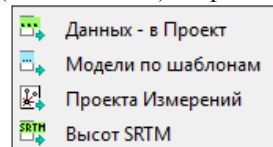
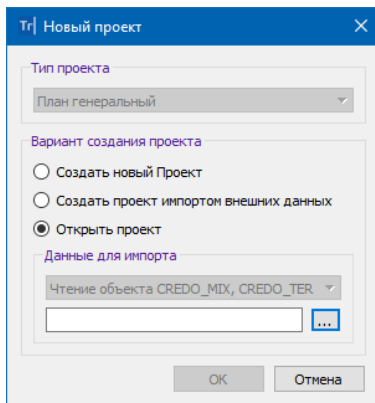
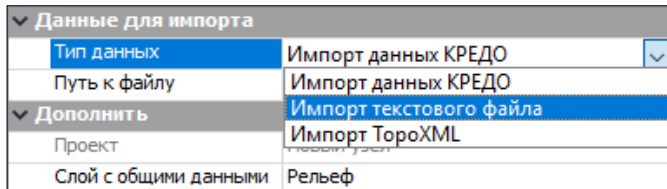

Рис. 4.10
Рис. 4.11
Рис. 4.15
Для импорта предусмотрены команды меню **Данные/ Импорт** (рис. 4.10) и ряд настроек в диалоге создания нового проекта (рис. 4.11).
Команды импорта **Данных – в Проект, Проекта Измерений и Высот SRTM** (рис. 4.10) служат для записи данных в определённый слой открытого ранее проекта, а если в НП несколько проектов типа **План генеральный**, то импорт будет выполнен в активный проект.
- при создании нового проекта с **Вариантом создания – Открыть проект** на панели **Проекты и слои** (рис. 4.11);
При выборе команды **Данные/Импорт/Проекта Измерений** (рис. 4.10) или настройки **Импорт данных проекта Измерений** (рис. 4.11) предлагается определённый порядок действий.
Импорт текстовых файлов выполняется после открытия либо создания нового набора проектов при помощи команды **Данные/Импорт/Данных – в Проект** (в окне параметров команды необходимо выбрать **Тип данных – Импорт текстового файла** (рис. 4.15)).
Импорт текстовых файлов можно выполнить также при создании нового проекта на панели **Проекты и слои** (рис. 4.11).
Импорт файлов GDS выполняется командой **Данные/ Импорт/ Данные – в Проект** (в параметрах необходимо выбрать **Тип данных – Импорт данных КРЕДО**) (рис. 4.15), а также при создании нового проекта импортом внешних данных на панели **Проекты и слои** (рис. 4.11). Настройки импорта описаны выше, для проекта **Измерения**.
**Импорт данных - в Проект** (необходимо выбрать **Тип данных – Импорт данных КРЕДО**) (рис. 4.15), а также при создании нового проекта импортом внешних данных на панели **Проекты и слои** (рис. 4.11).
Импорт объектов CREDO\_TER (CREDO\_MIX) выполняется при создании нового проекта импортом внешних данных на панели **Проекты и слои** (рис. 4.11). При импорте соответствие для точечных и линейных тематических объектов определяется по выбранной системе кодирования в классификаторе. Для контуров ситуации назначается соответствие в виде региона или площадного объекта классификатора.
Импорт растра выполняется после открытия либо создания нового набора проектов при помощи команды **Данные/ Растровые подложки**, а также при создании нового проекта импортом внешних данных (**Импорт растра**) на панели **Проекты и слои** (рис. 4.11).
Импорт данных в формате MIF/MID осуществляется при создании нового проекта импортом внешних данных на панели **Проекты и слои** (рис. 4.11). Импортируются пары файлов, которые находятся в выбранном каталоге. Элементы каждой пары MIF/MID создаются в отдельном слое с именем, соответствующим имени файлов MIF/MID.
Файлы TXF/SXF можно использовать при создании нового проекта импортом внешних данных на панели **Проекты и слои** (рис. 4.11).